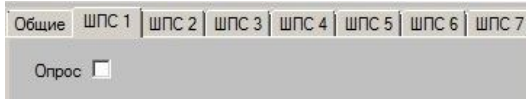

Рисунок 8.10 – Окно «Настройки ШПС»
8.11 Во вкладках каждого «ШПС» можно включить или выключить опрос шлейфа пожарной сигнализации (рисунок 8.10).